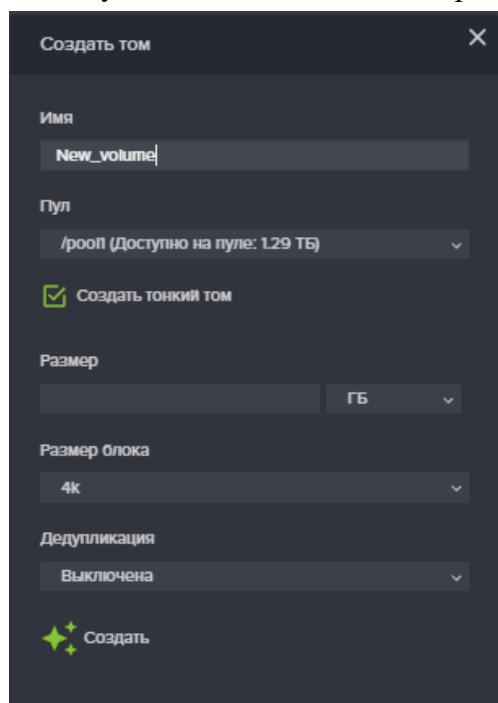

Рисунок 73. Создание тома.
2. Нажмите на кнопку «Создать том», откроется одноименное окно (см. Рисунок 73).